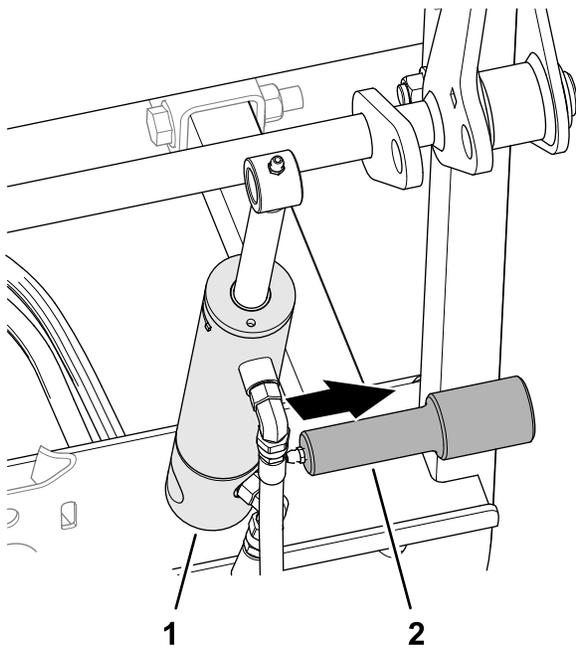

**Figura 17**
- Enrute el cilindro y las mangueras hasta la parte trasera del bastidor de elevación (Figura 17).
- Instale el protector de mangueras alrededor de las mangueras a 9 cm (3.5") del canal del tubo trasero, como se muestra en la Figura 17.